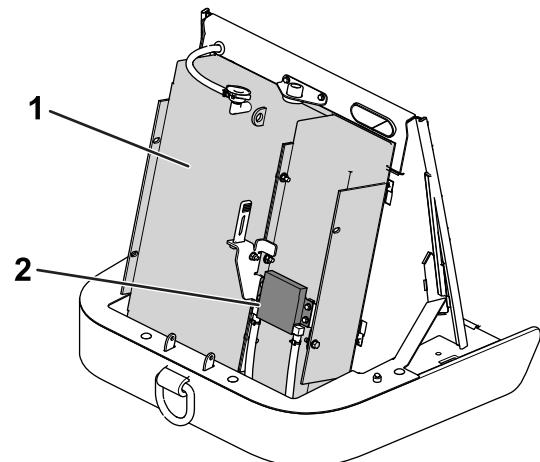

Figure 120
3. Nettoyez soigneusement le radiateur/refroidisseur de carburant à l'air comprimé (Figure 120).